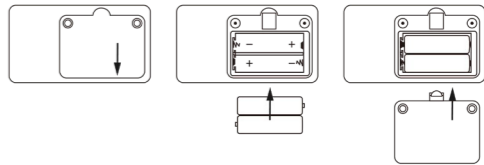

Figura 3. Montaggio delle batterie
- A. Fare riferimento alla Figura 3. Usare un cacciavite per svitare le due viti del vano batterie sul retro del prodotto e aprire il coperchio posteriore del vano batterie.